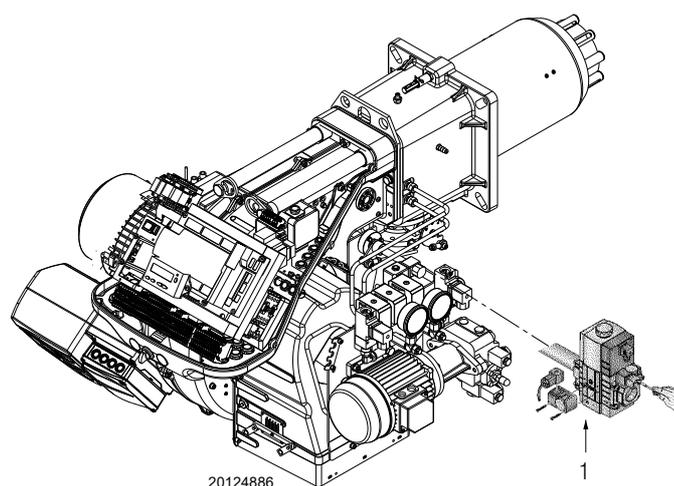

Fig. 43
- Contrôler la pression d'alimentation du gaz en raccordant un manomètre sur la prise de pression 1)(Fig. 43) du pressostat gaz seuil minimum: elle doit être inférieure à la pression maximale admise pour la rampe gaz qui est indiquée sur la plaque des caractéristiques.
- Purger l'air des tuyaux de la rampe gaz, en raccordant un tuyau en plastique sur la prise de pression 1)(Fig. 43) du pressostat gaz seuil minimum. Porter le tuyau de purge à l'extérieur de l'édifice jusqu'à sentir l'odeur du gaz.